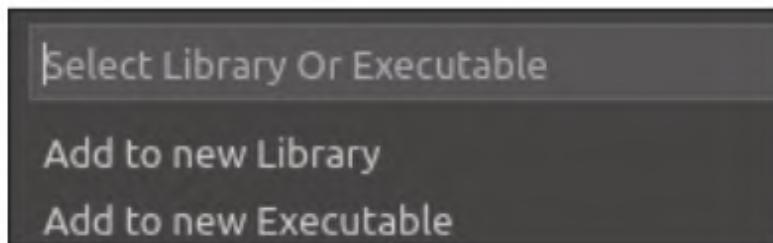

图15-5 选择CPP源码文件的类型
3) 创建源码文件，在创建的src文件夹上右击，然后选择Add CPP File。输入源码文件名称后，RoboWare将询问你该文件是一个系统库文件还是一个可执行文件，在这里选择Executable（可执行文件），如图15-5所示。